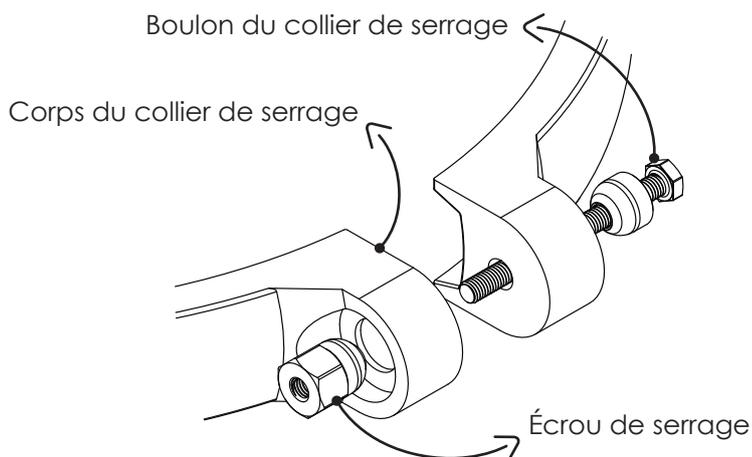

Figure 7
5. A l'aide de clés de 3/4" ou de douilles hexagonales, desserrez et retirez l'écrou et le boulon de serrage. (Voir Fig 7) (Voir Fig 7)